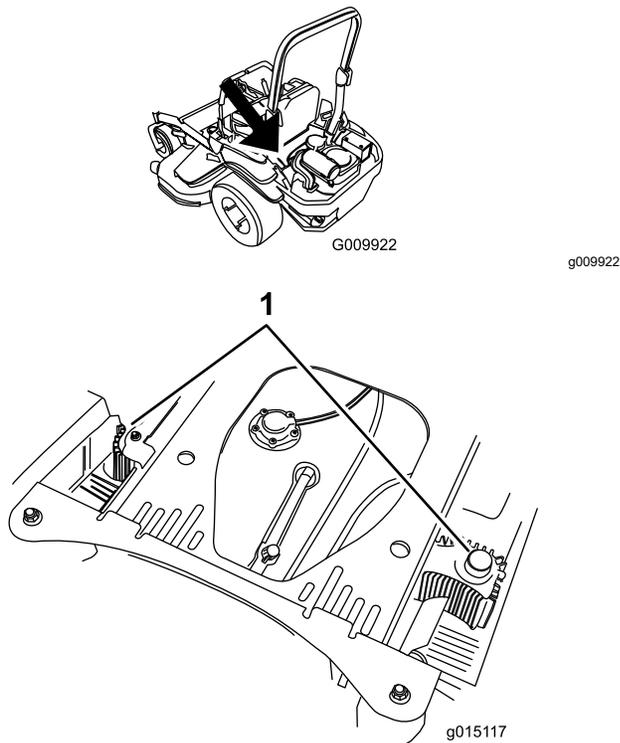

Figura 89
4. Limpie cualquier residuo o hierba de las cubiertas de las unidades hidráulicas (Figura 89).